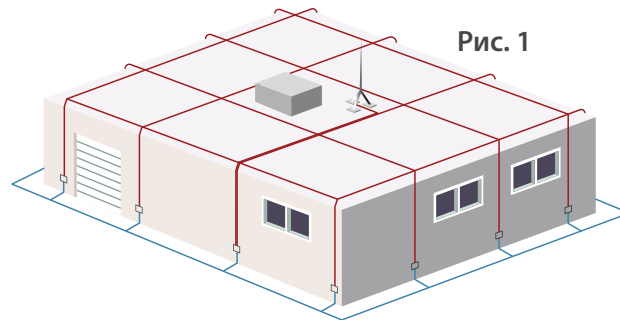

Рис. 1
- метод сетки – для плоских поверхностей (рис. 1)